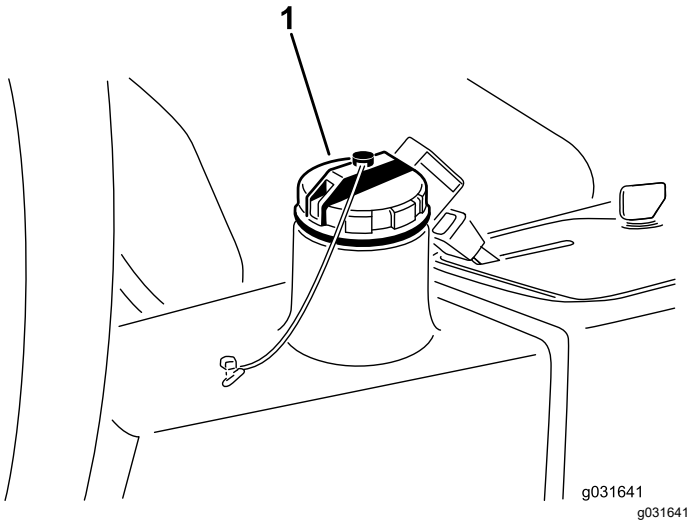

Figure 64
- Nettoyez la surface autour du goulot de remplissage et du bouchon du réservoir hydraulique (Figure 64).
- Remettez le bouchon du réservoir hydraulique (Figure 64).